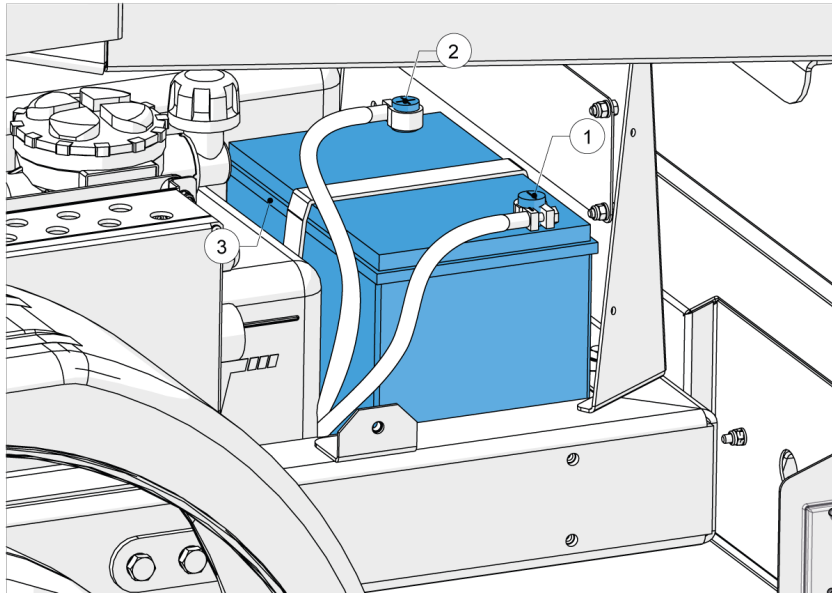

Figure 69 - Bornes de la batterie
5. Débranchez d'abord le fil négatif de la batterie (1, Figure 69), puis le fil positif (2, Figure 69).
11. Branchez d'abord le fil positif de la batterie (2, Figure 69), puis le fil négatif (1, Figure 69).